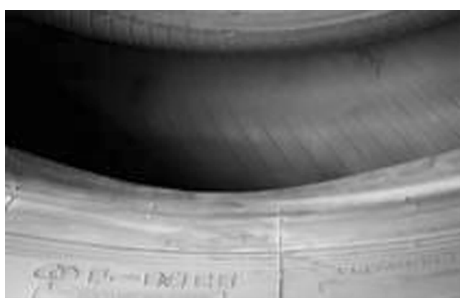
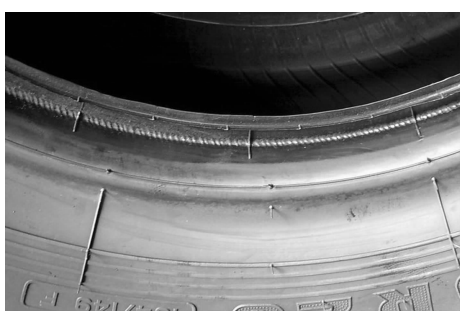

图 5 胎圈窄
图 6 胎圈出大边及露钢丝
(12)滑块螺栓断裂时,部分胎冠胶料向下模偏移,见图 4,上模对应胎圈处偏窄(见图 5),上模胎圈窄对面部位出现胎圈大边、露钢丝(见图 6)。